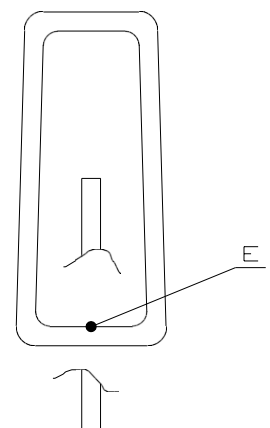

Fig.12
D) Om de mesafdekkingen (voor, achter, zij, achter-lateraal) te verwijderen, maakt u de knoop aan de onderkant van elke afdekking los (positie E). Plaats de afdekking terug en knoop ze vast zoals voorheen (**Fig.12**).